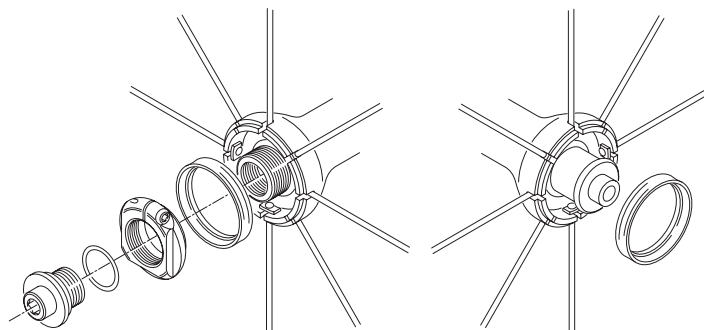
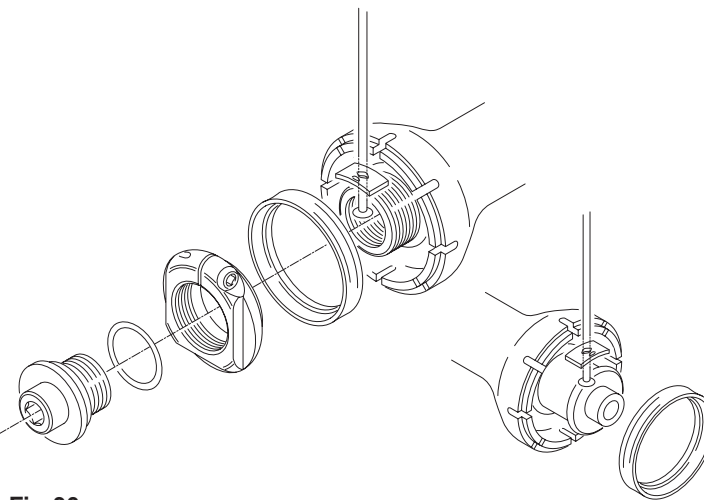

Fig. 35
Fig. 36
siano presenti gli anelli fermaraggi in plastica, in caso contrario procedete alla loro rimozione svitando la vite di battuta sinistra e la ghiera di registrazione dal mozzo (Fig. 35 - vedere Cap. 17.1) e riavvitandole ad operazione terminata.
• Inserite il raggio e la piastrina nell'apposita sede sul lato del mozzo facendo attenzione che il lato con la tacca sulla faccia convessa della piastrina rimanga rivolto verso l'esterno del mozzo (Fig. 36).
• Svitare la vite di battuta sinistra e la ghiera di registrazione dal mozzo (vedere Cap. 17.1). Inserite gli anelli fermaraggi in plastica nel mozzo (Fig. 35) e rimontate la ghiera e il dado. Effettuate la registrazione del mozzo (Cap. 17) e montate i coperchietti laterali.
• Make sure that the hub is not fitted with the plastic spoke-stop rings, if so remove them by unscrewing the LH locator screw and the adjustment locking from the hub (Fig. 35 - See Section 17.1) and refitting them at the end of the operation.
• Insert the spokes and plates in their seats on one side of the hub, taking care that the side with the notch on the convex face of the plate is towards the outside of the hub (Fig. 36).
• Tighten every wheel nipple one after the other one or two turns and repeat this operation until all nipples have been tightened by seven (7) turns each.
• Unscrew the LH locator screw and the adjustment locking from the hub (see Section 17.1). Fit the plastic spoke-stop rings in the hub (Fig. 35) and refit the locking and nut. Adjust the hub (Section 17) and install the small side covers.
• Kontrollieren, ob sich in der Nabe noch keine Speichenhalterungsringe aus Kunststoff befinden. Sollten welche vorhanden sein, die linke Anschlagsschraube und die Einstellbuchse der Nabe (Abb. 35, siehe Kapitel 17.1) lockern, eventuelle Ringe entfernen und Schraube und Buchse wieder anziehen.
• Die Speiche und das Plättchen in den vorgesehenen Sitz auf der Seite der Nabe einsetzen und darauf achten, daß die konvexe und mit einer Kerbe versehene Seite des Plättchens von der Nabe nach außen hin gerichtet ist (Abb. 36).
• Die linke Anschlagsschraube und die Einstellbuchse der Nabe lockern (siehe Kapitel 17.1). Die Speichenhalterungsringe aus Kunststoff in die Nabe einführen (Abb. 35) und die Buchse sowie die Mutter wieder montieren. Die Nabe justieren (Kapitel 17) und die seitlichen Abdeckungen wieder anbringen.
• Vérifiez qu'il n'y ait pas les bagues en plastique que blocage des rayons dans le moyeu ; Si tel est le cas, enlevez-les en dévissant la vis de butée gauche et la bague de réglage du moyeu (Fig. 35 - voir Chap. 17.1) puis les revisser une fois l'opération terminée.
• Introduisez le rayon et la plaquette dans le logement prévu sur le côté du moyeu en veillant à ce que le côté qui a une encoche sur la surface convexe de la plaquette reste tourné vers l'extérieur du moyeu (Fig. 36).
Introduisez les bagues en plastique de blocage des rayons dans le moyeu (Fig. 35) et remontez la bague et l'écrou.
• Verificar que no estén montados en el buje los anillos bloquea-radios de plástico, y de no ser así, quitarlos. Para ello desenroscar del buje el tornillo de tope izquierdo y la virola de ajuste (Fig. 35 - ver Cap. 17.1) y al terminar dicha operación, volver a atornillarlos.
• Meter el radio y la placa en el asiento correspondiente en el lado del buje, prestando atención a que el lado con la ranura en la cara convexa de la placa quede hacia el exterior del buje (Fig. 36).
• Meter los anillos bloquea-radios de plástico en el buje (Fig. 35) y volver a colocar la virola y la tuerca.
• Overtuig u ervan dat de spaakstopring van de naaf verwijderd is. Indien dit niet het geval is: draai de borgmoer en de sluitmoer van de naaf (fig. 35 - hoofdstuk 17.1) en plaats hem terug bij het beëindigen van de werkzaamheden.
• Plaats de spaken en plaatjes in de uitsparringen aan één zijde van de naaf, zorg ervoor dat de zijde met de inkeping tegenover de buitenkant van de naaf zit (fig. 36)
• Draai de linker borgmoer en de sluitmoer van de naaf (zie hoofdstuk 17.1). Bevestig de plastic spaakstopringen in de naaf (fig. 35) en bevestig de sluitring en moer. Stel de naaf af en bevestig de afdekkapjes.